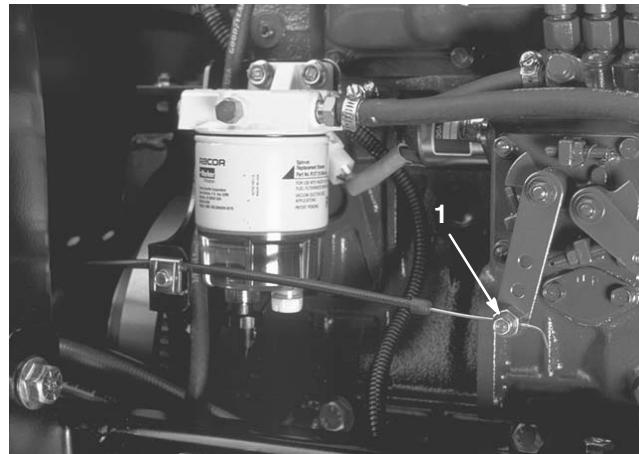

Bild 47
2. Lockern Sie den Anschluss des Gaszuges am Hebel der Einspritzpumpe (Bild 47).